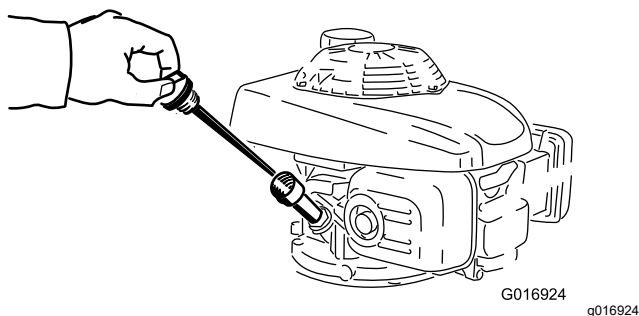

Bild 20
5. Ziehen Sie den Ölpeilstab heraus (Bild 20).